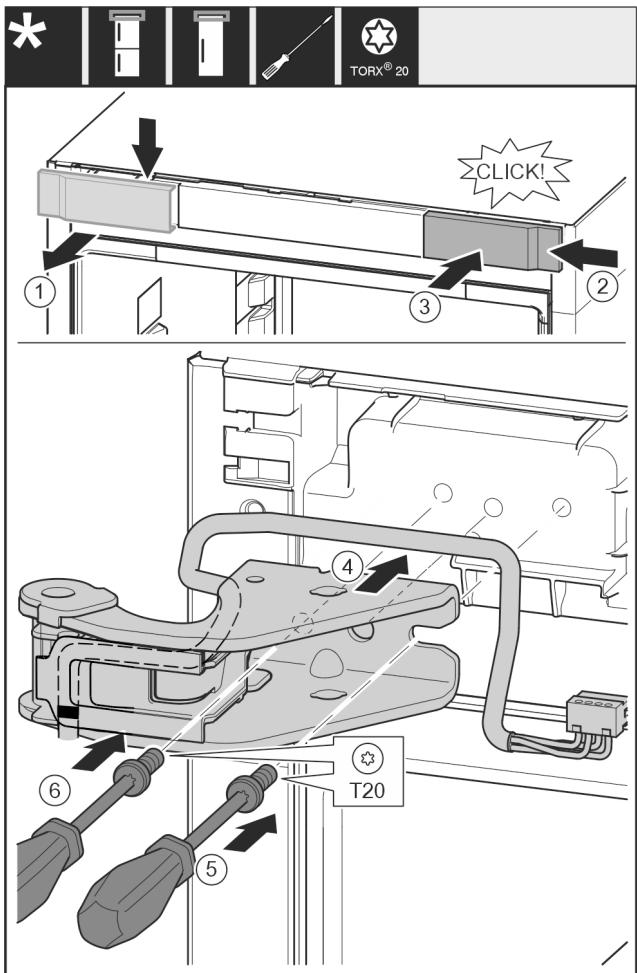

Fig. 30
- Снимите крышку сверху вперед. Fig. 30 (1)
- Навесьте крышку, повернув ее на 180°, справа с другой стороны. Fig. 30 (2)
- Зафиксируйте крышку. Fig. 30 (3)
- Установите верхний опорный кронштейн. Fig. 30 (4)
- Установите и затяните винт отверткой T20. Fig. 30 (5)
- Вставьте и затяните винт отверткой T20. Fig. 30 (6)